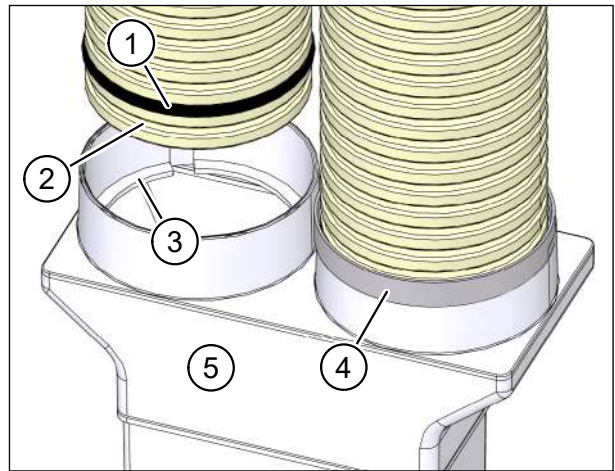

Abb. 30: Flexrohrverbindung mit Dichtband fixieren
- ▶ Setzen Sie Dichtringe (Pos. 1 in Abb. 30) in die zweite Rille am Flexrohr ein. Diese sind als Zubehör M-WRG-FR-DR75 (Art.-Nr. 200023) erhältlich.
- ▶ Setzen Sie die Flexrohre in die Öffnungen des Flexrohradapters (Pos. 5 in Abb. 30) ein. Stellen Sie sicher, dass die erste Rille am Flexrohr (Pos. 2 in Abb. 30) im Rastring (Pos. 3 in Abb. 30) des Flexrohradapters einrastet.
- ▶ Empfehlung: Dichten Sie die Verbindungsstelle mit einer Lage Dichtband von 30 mm Breite ab (Pos. 4 in Abb. 30).